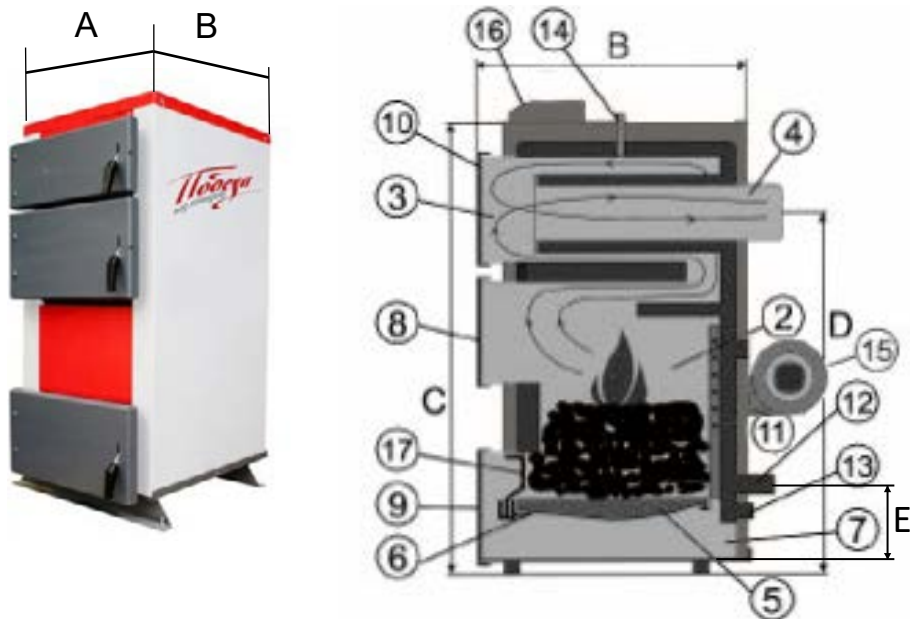

Рис. 1 Котёл «Победа ПУ»
4.1. Котёл (рис. 1) состоит из: корпуса (1), топки (2), газохода (3), дымохода (4). В нижней части топки устанавливаются колосники (5) на опоры (6), зольник (7). К передней стенке корпуса котла на осях присоединяются загрузочная дверца (8), дверца для обслуживания (9), дверца для обслуживания газохода (10), патрубков подающего трубопровода (11), патрубков обратного трубопровода (12), патрубок для слива воды с котла (13), патрубок установки термодатчика (14), вентилятор (15), автоматика (16), дверца для удаления золы (17).